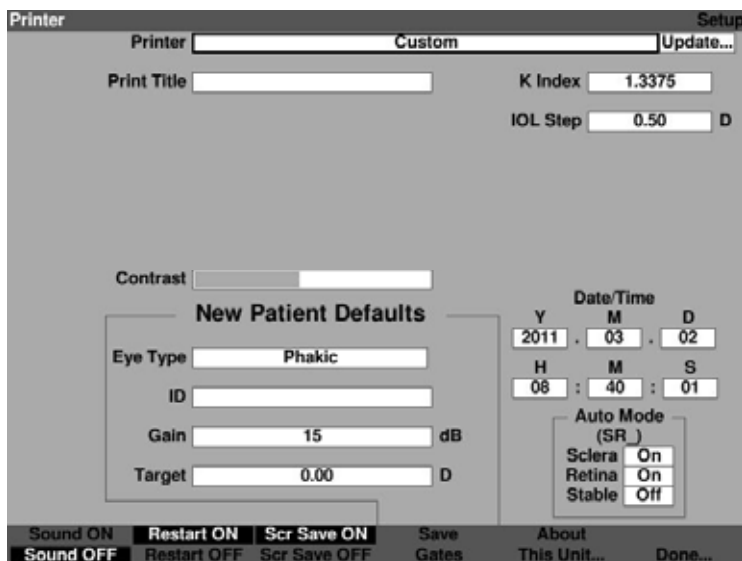

Figura 5-33 Selección de controladores de impresora personalizados
14. Presione el control giratorio o la marca de verificación para confirmar la selección personalizada, como se muestra en la Figura 5-33.